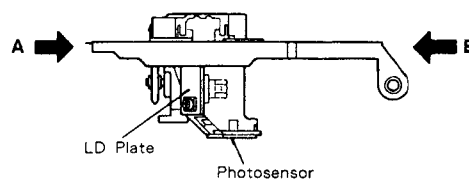

Fig. 3-3
- 取り付け、取り外し、持ち運びの際は、Fig. 3-3のA部とB部で支えてください。特にアクチュエーター、光検出部、LDプレート部は、手を触れたり力を加えたりしないでください。